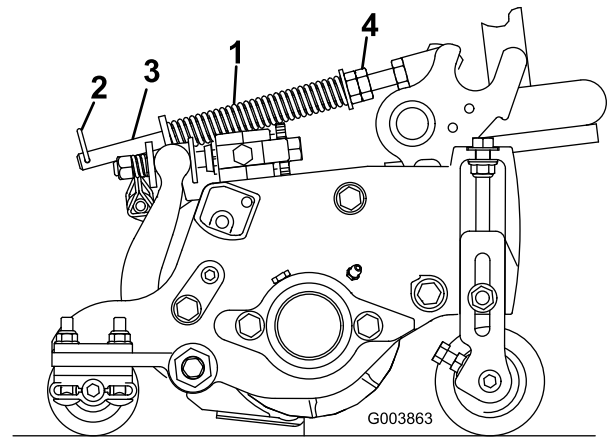

图13
1. 确保发卡销安装在弹簧杆的后孔内 (图13)。
2. 拧紧弹簧杆前端的六角螺母，直至压缩后的弹簧长度为 127mm (图13)。